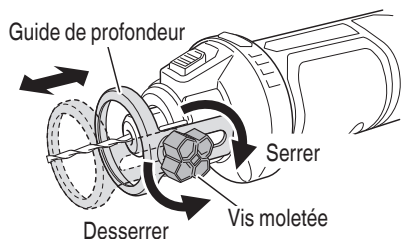

Fig. 11
- Réglage de la profondeur de coupe (Fig. 11)